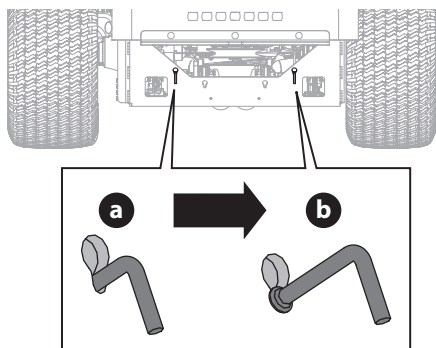

Fig. 41
1. Para engranar las varillas de derivación de la transmisión, tire de la varilla (a) hacia arriba en la abertura más grande de la ranura de la llave y, a continuación, tire hacia atrás hasta que el collarín de la varilla pase a través del bastidor (Fig. 41 a la página 69).
2. Vuelva a bajar la varilla en la abertura más pequeña de la ranura de la llave, asegurándose de que el collarín quede asegurado en la parte exterior del bastidor (b). Repita el proceso en el lado opuesto (Fig. 41).